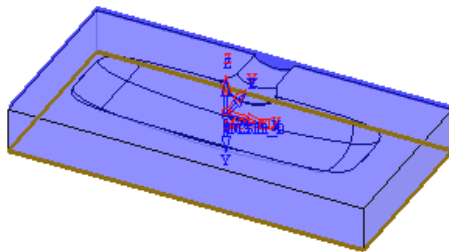

图 3-73 创建的毛坯
2) 在“Z-顶部”文本框中输入“0.000000”，“Z-底部”为“-55.000000”，单击确定按钮，完成毛坯的创建，如图 3-73 所示。